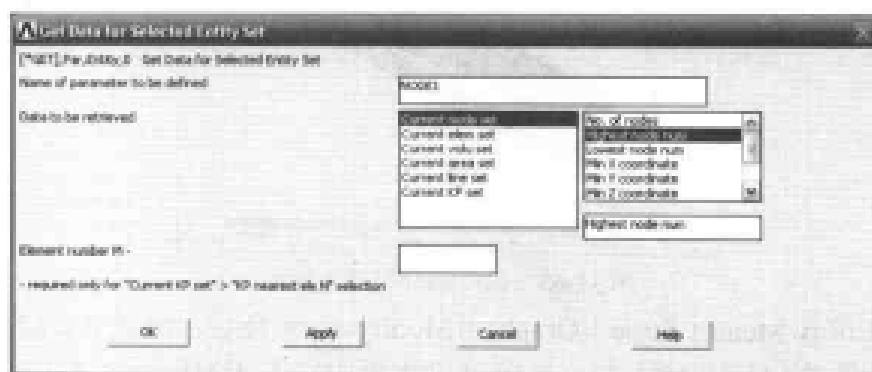

图 11-67 获取参量信息对话框
(9) 选择 Utility Menu | Get Scalar Data 命令, 出现 Get Scalar Data 对话框。在 Type of data to be retrieved 列表框中选择 Model data For selected set 选项, 单击 OK 按钮, 出现 Get Data for Selected Entity Set 对话框, 参照图 11-67 对其进行设置, 单击 OK 按钮关闭该对话框。